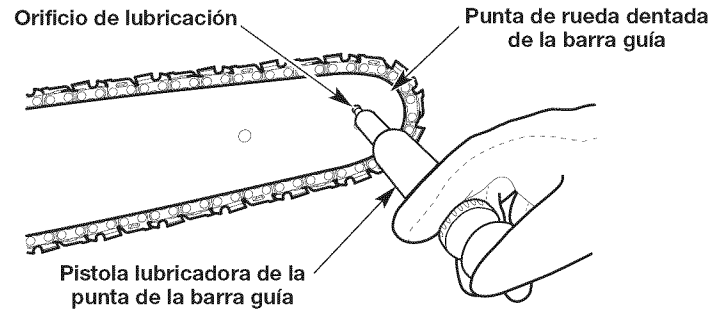

Fig. 41
- Limpie profundamente la punta de la rueda dentada de la barra guía con un paño húmedo (Fig. 41).
- Utilice una pistola lubricadora con punta para barra guía (no incluida) para inyectar grasa en el orificio de lubricación (Fig. 41). Inyecte grasa hasta que aparezca en el borde exterior de la punta de la rueda dentada de la barra guía.